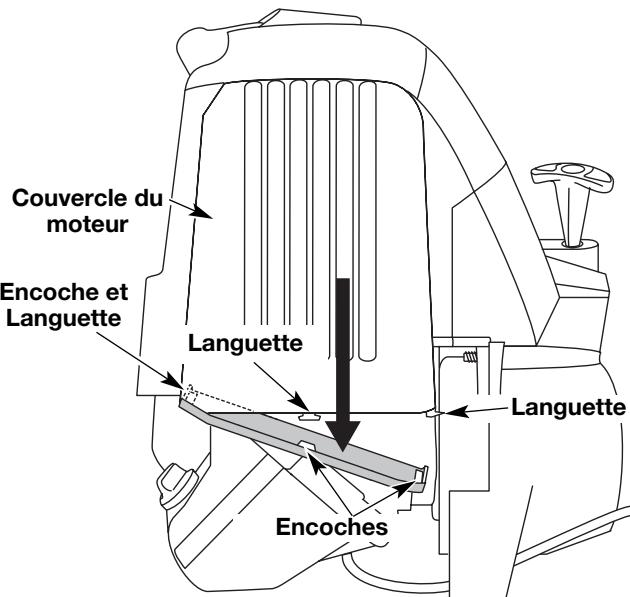

Fig. 39
1. Retirez le couvercle du silencieux en appuyant sur le coin à l'aide d'un tournevis à lame plate (Fig. 39). Glissez les encoches sur les côtés du couvercle par-dessus les languettes du couvercle du moteur et retirez le couvercle.
2. Enlevez les deux vis (2) du haut du couvercle du moteur à
13. Replacez le couvercle du silencieux. Glissez avec un décliqueur les encoches sur les côtés du couvercle par-dessus les languettes du couvercle du moteur (Fig. 39).